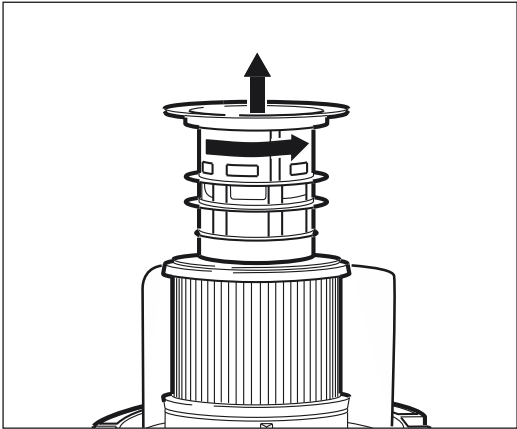

Figura 5
2. Saque la parte superior de la máquina del depósito sucio y colóquela a un lado con el elemento filtrante mirando hacia arriba. (Figura 5).
3. Desatornille la tuerca de retención del filtro (1) y retire junto con la arandela de retención (2).
4. Retire el elemento filtrante (3).